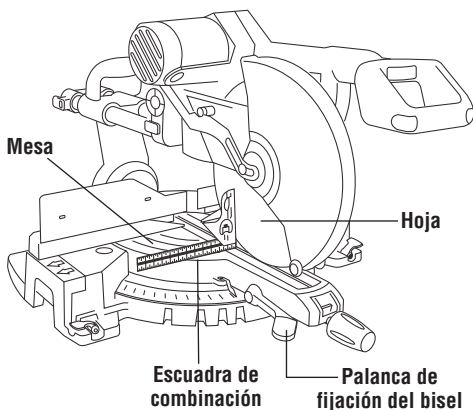

Figura 5. Hoja en ángulo recto con la mesa
Utilice una escuadra de combinación para comprobar la perpendicularidad de la hoja respecto a la mesa. Coloque la escuadra sobre la mesa y presiónela contra la hoja. Si la hoja no hace contacto con toda la longitud de la escuadra (Figura 5), siga el procedimiento de calibración.
5. Coloque la escuadra de combinación sobre la mesa y contra la hoja (vea la Figura 5).